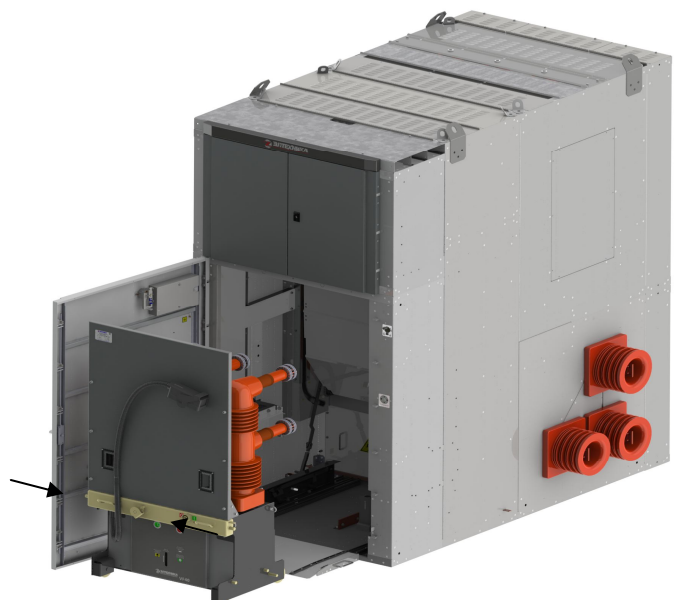

Рис. 15 Порядок демонтажа выкатного элемента
- демонтировать выкатной элемент согласно рис. 15;
Порядок демонтажа выкатного элемента представлен на рис. 15.